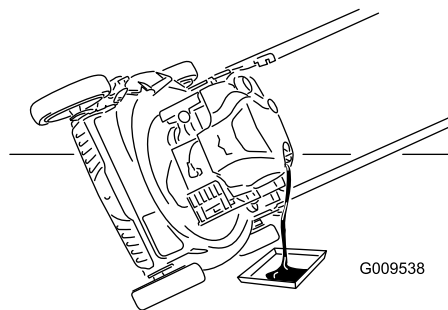

Рисунок 26
4. Переверните газонокосилку на одну сторону таким образом, чтобы масляный шуп был направлен вниз, для слива отработанного масла через маслозаливную горловину (Рисунок 26).